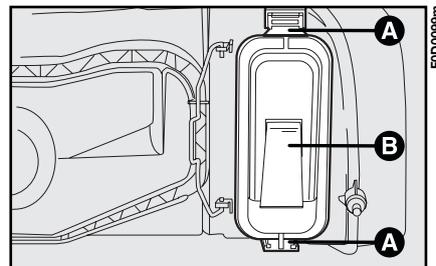

fig. 15
2) décrocher les agrafes **A-fig. 15** et enlever le couvercle **B**;
5) introduire la nouvelle lampe, remonter correctement le porte-lampe et le couvercle de protection **B-fig. 15**.
- 2) décrocher les agrafes **A-fig. 15** et enlever le couvercle **B**;
- 5) après avoir remplacé l'ampoule, remonter le porte-lampe et le couvercle **B-fig. 15**.